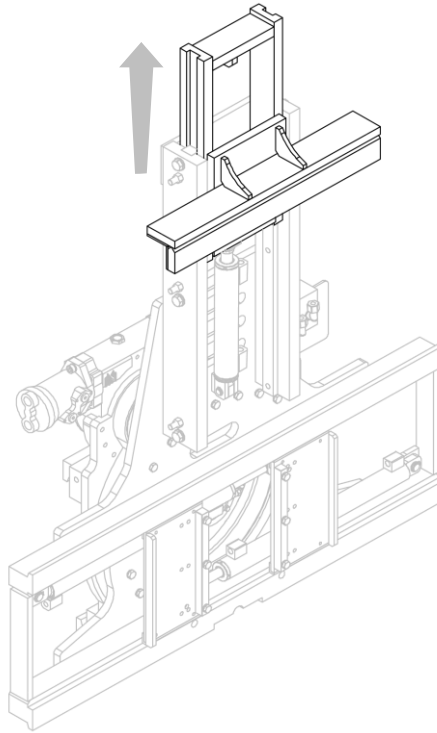

Figura 26
3. Retirar la estructura móvil (mira *Figura 26*).